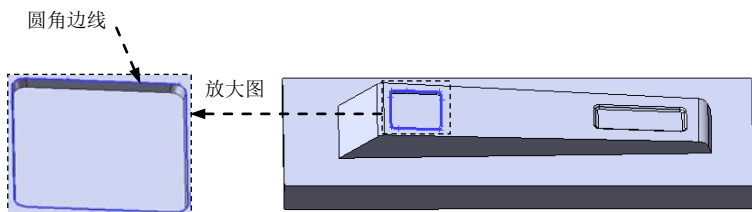

图 12.2.26 圆角边线
(2) 定义圆角类型。采用系统默认的圆角类型。
(3) 定义圆角对象。选取图 12.2.26 所示的边线为要圆角的对象。
(4) 定义圆角的半径。在 **圆角项目(I)** 区域的  文本框中输入圆角半径值 0.8, 选取 ☒ **切线延伸(G)** 复选框。
(5) 单击  按钮, 完成圆角 6 的创作。